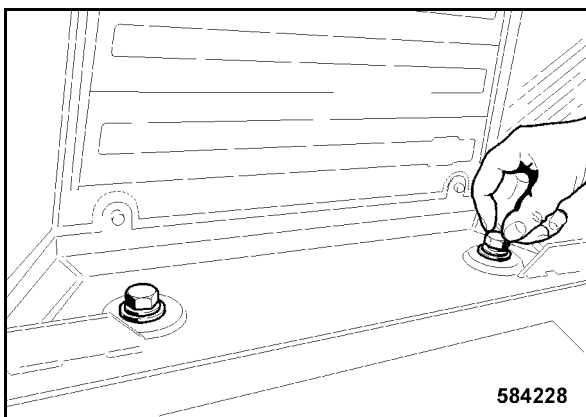

Fig. 241
- Apretar ambos tornillos de fijación (Fig. 241) en la zona trasera de la cabina con la mano.